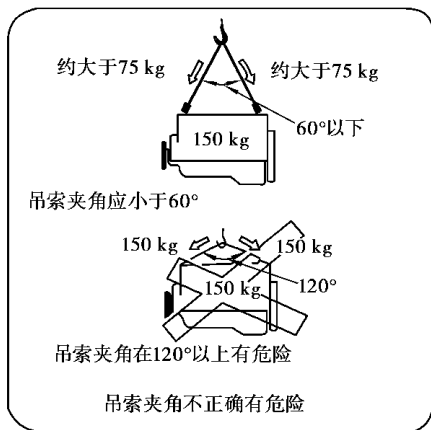

图 3.5.8
(3) 吊索应远离电缆、燃油和机油管、小部件, 如化油器、分电器、燃油泵和机油滤清器等。
(4) 确保吊索不会从吊钩上滑脱。
(5) 将吊钩挂住吊索起吊部件, 保持角度和平衡。
(6) 保持吊索夹角小于 60° , 如图 3.5.8 所示。